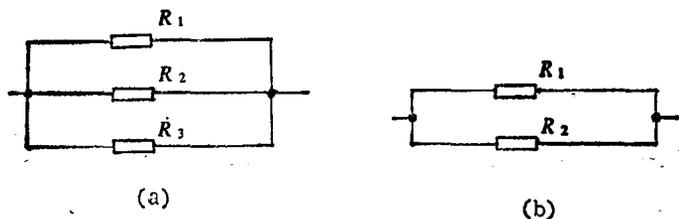

图 1.1
1. 如图 1.1 (a) 所示, 当三个电阻 R_1, R_2, R_3 并联时, 写出求其合成电阻 R 的公式。
2. 如图 1.1 (b) 的二个电阻 R_1, R_2 并联, 其合成电阻 R 为多少?